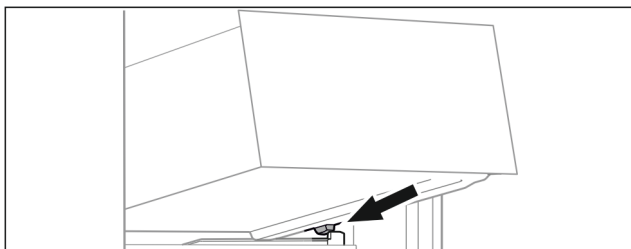

Fig. 69
- ▶ Schubfach schräg hinter den Stopperrahmen auf Behälterrippe aufsetzen. (siehe Fig. 69)